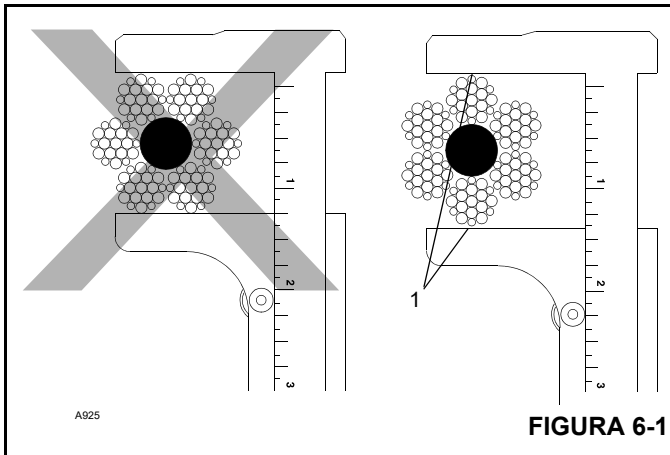

FIGURA 6-1
- Mida el diámetro del cable entre las coronas (1) de las trenzas para determinar si el cable se ha dañado (Figura 6-1).